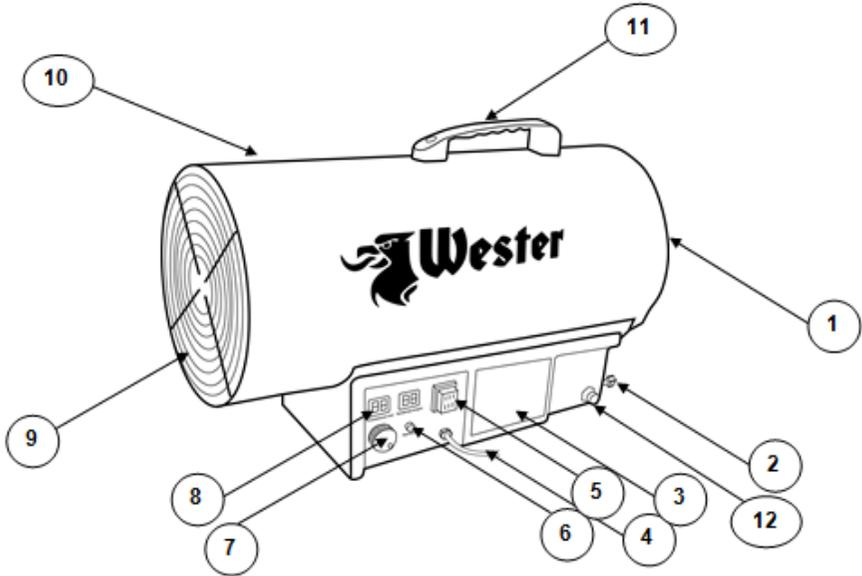
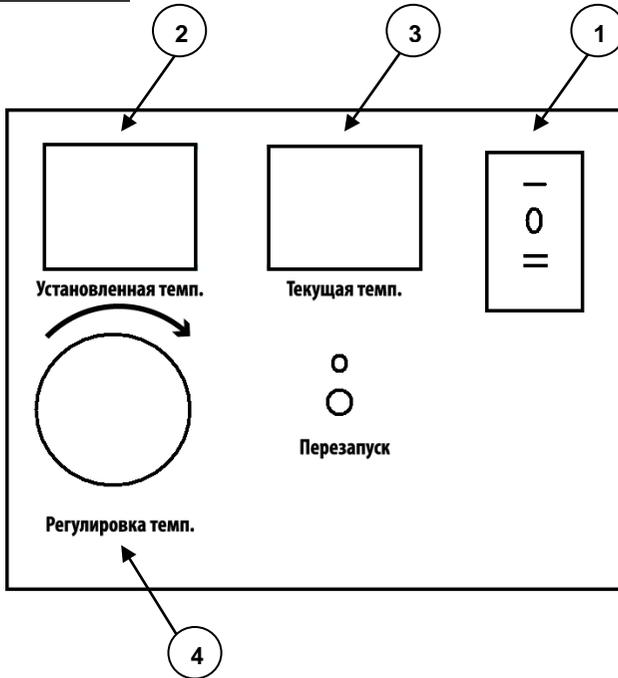

Рис.1
Рис.2
2. Поместите тепловентилятор на устойчивую ровную поверхность, снимите крышку с ниппеля газового клапана (12, рис.1) для подачи газа. При помощи винтовой гайки присоедините конец шланга к газовому клапану (12, рис.1) тепловентилятора. Убедитесь в герметичности соединений.
4. Установите выключатель питания в положение "0" - "Выкл" (5, рис. 1; 1, рис. 2). Включите шнур питания в розетку; включите питание, установив выключатель в положение "II" -"Нагрев" (5, рис. 1; 1, рис. 2).
6. На дисплеи будут выводиться две температуры – устанавливаемая температура(2, рис. 2) и температура окружающей среды(3, рис. 2).
7. Установите необходимую температуру при помощи ручки установки температуры(7, рис.1; 4, рис. 2).
8. Подача газа регулируется ручкой регулировки подачи газа(2, рис.1).